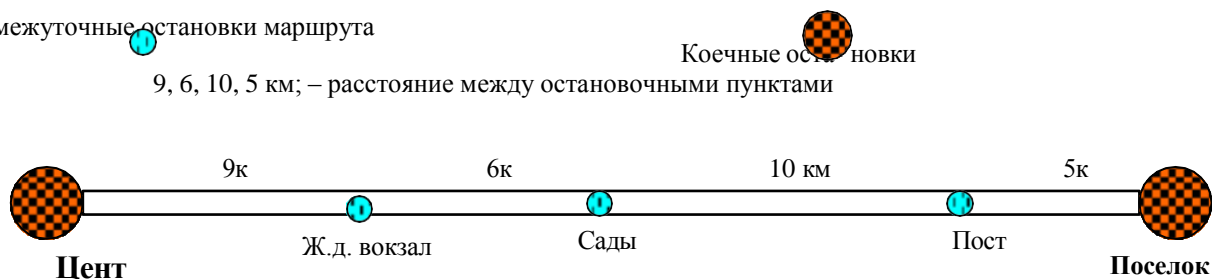

Рис. 4 Схема пригородного автобусного маршрута
**65.** На пригородном маршруте протяженностью 30 км (рис. 4) для оплаты за проезд применен участковый тариф 15 р. за 1 пас. км. Произвести тарификацию маршрута и составить таблицу стоимости проезда в автобусах на этом маршруте.